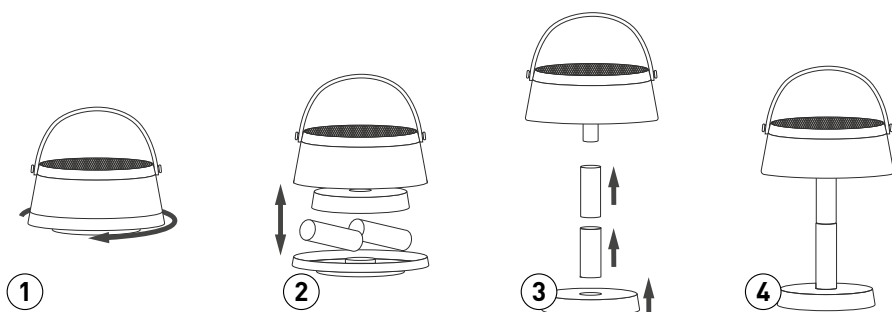

Рис. 2. Сборка светильника
- 3.2. Соедините части светильника между собой, как показано на рис. 2.